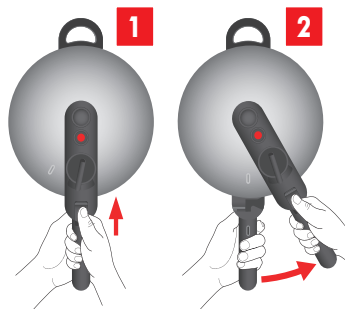

Fig. 18: Ouvrir le couvercle
3. Poussez le coulisseau d'ouverture dans la position avant et faites tourner le couvercle jusqu'à la butée dans le sens antihoraire (voir fig. 18).